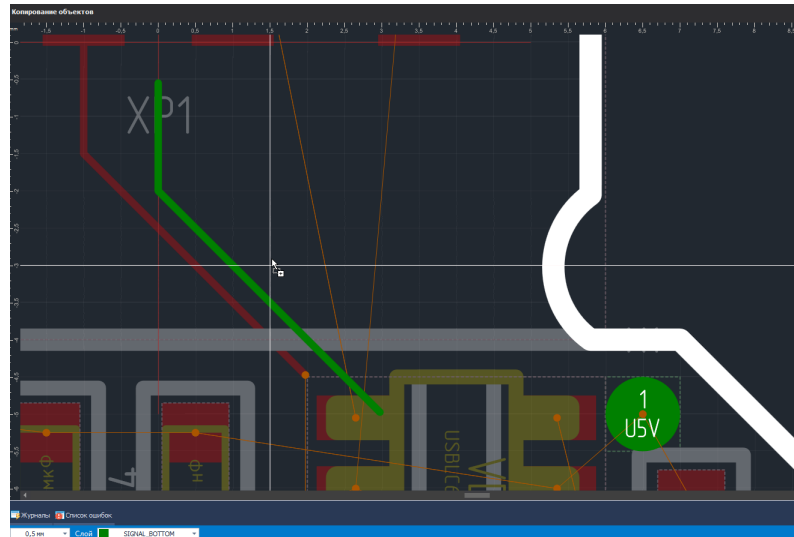

Рис. 373 Разместить скопированный трек
4. Разместить скопированный трек, см. Рис. 373.